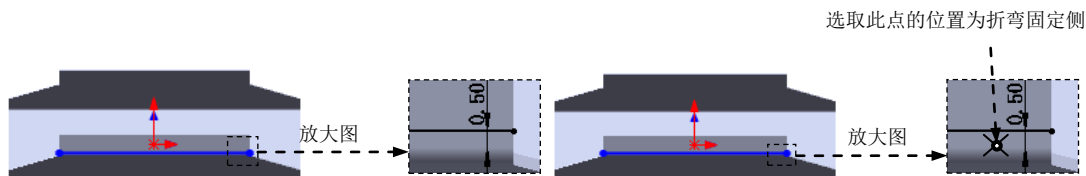
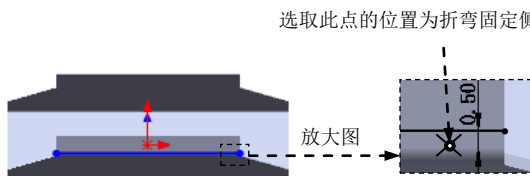

图 11.2.15 绘制的折弯线
图 11.2.16 折弯固定侧的位置
② 定义折弯线草图。在草图环境中绘制图 11.2.15 所示的折弯线。
③ 选择下拉菜单 **插入(I)** → **退出草图** 命令, 退出草图环境, 此时系统弹出“绘制的折弯”对话框。
(3) 定义折弯固定侧。在图 11.2.16 所示的位置处单击, 确定折弯固定侧。